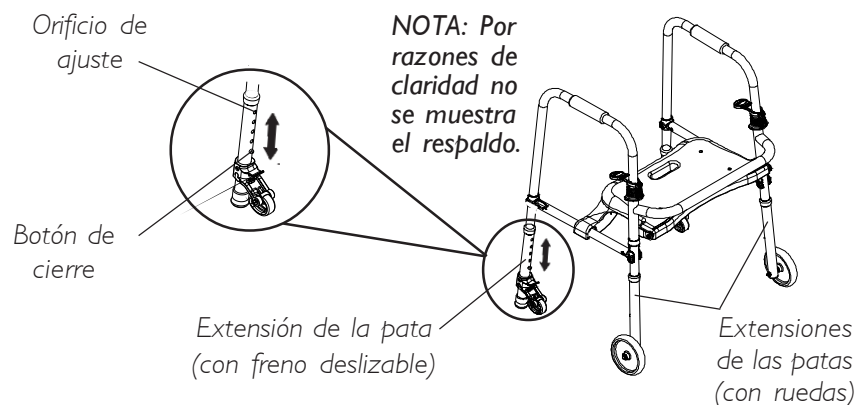

FIGURA 3 - CÓMO INSTALAR/AJUSTAR LAS EXTENSIONES DE LAS PATAS
CÓMO INSTALAR/AJUSTAR LAS EXTENSIONES DE LAS PATAS (FIGURA 3)
1. Presione los botones de cierre en las extensiones de las patas delanteras (con ruedas) y deslícelas hacia arriba o abajo hasta la altura deseada. Cerciórese de que el botón de cierre sobresalga totalmente a través del orificio de ajuste correcto en la extensión de la pata (FIGURA 3).